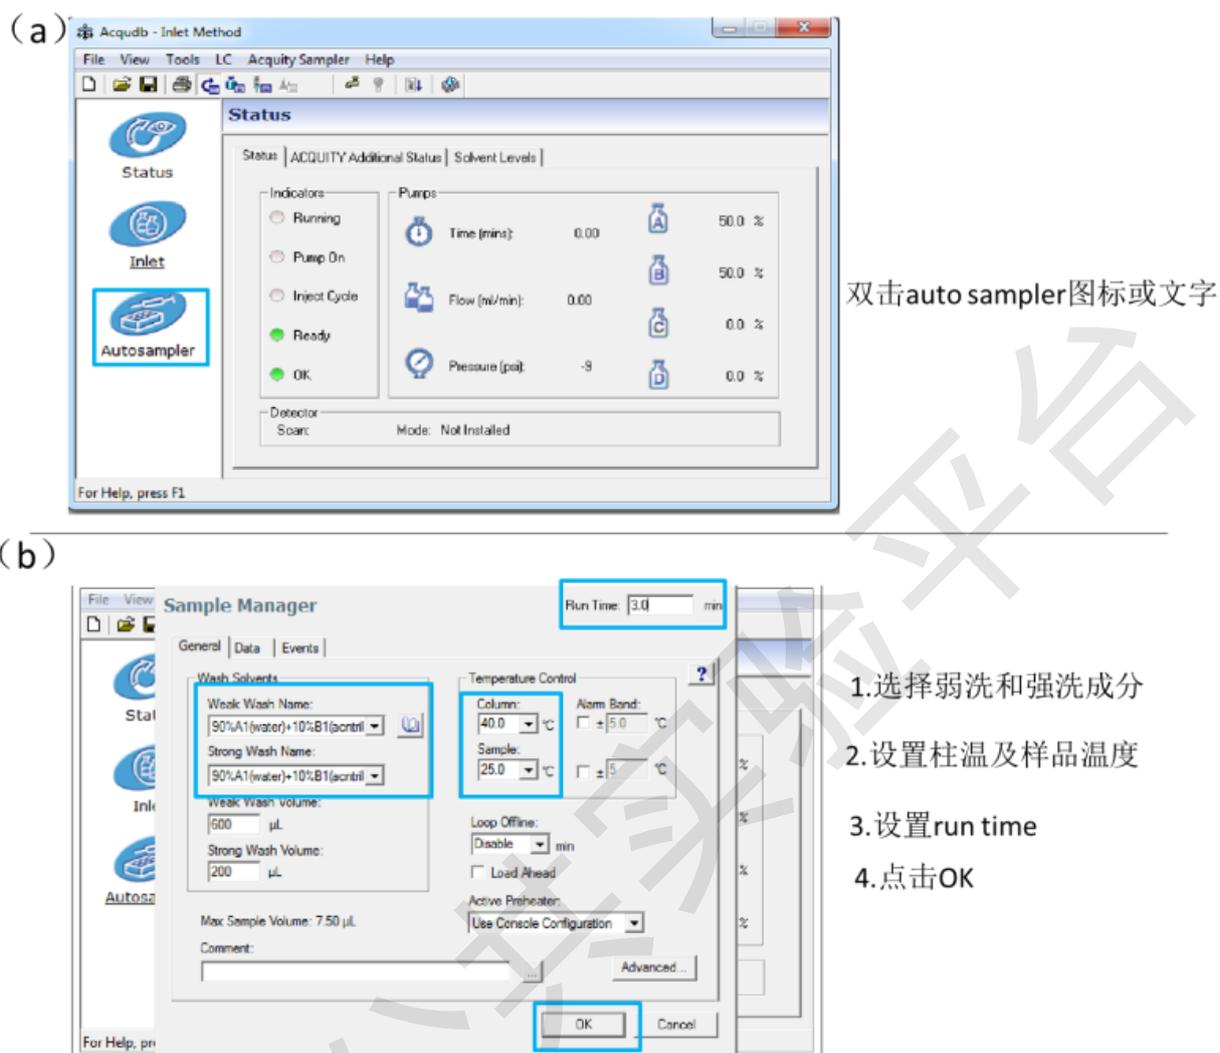
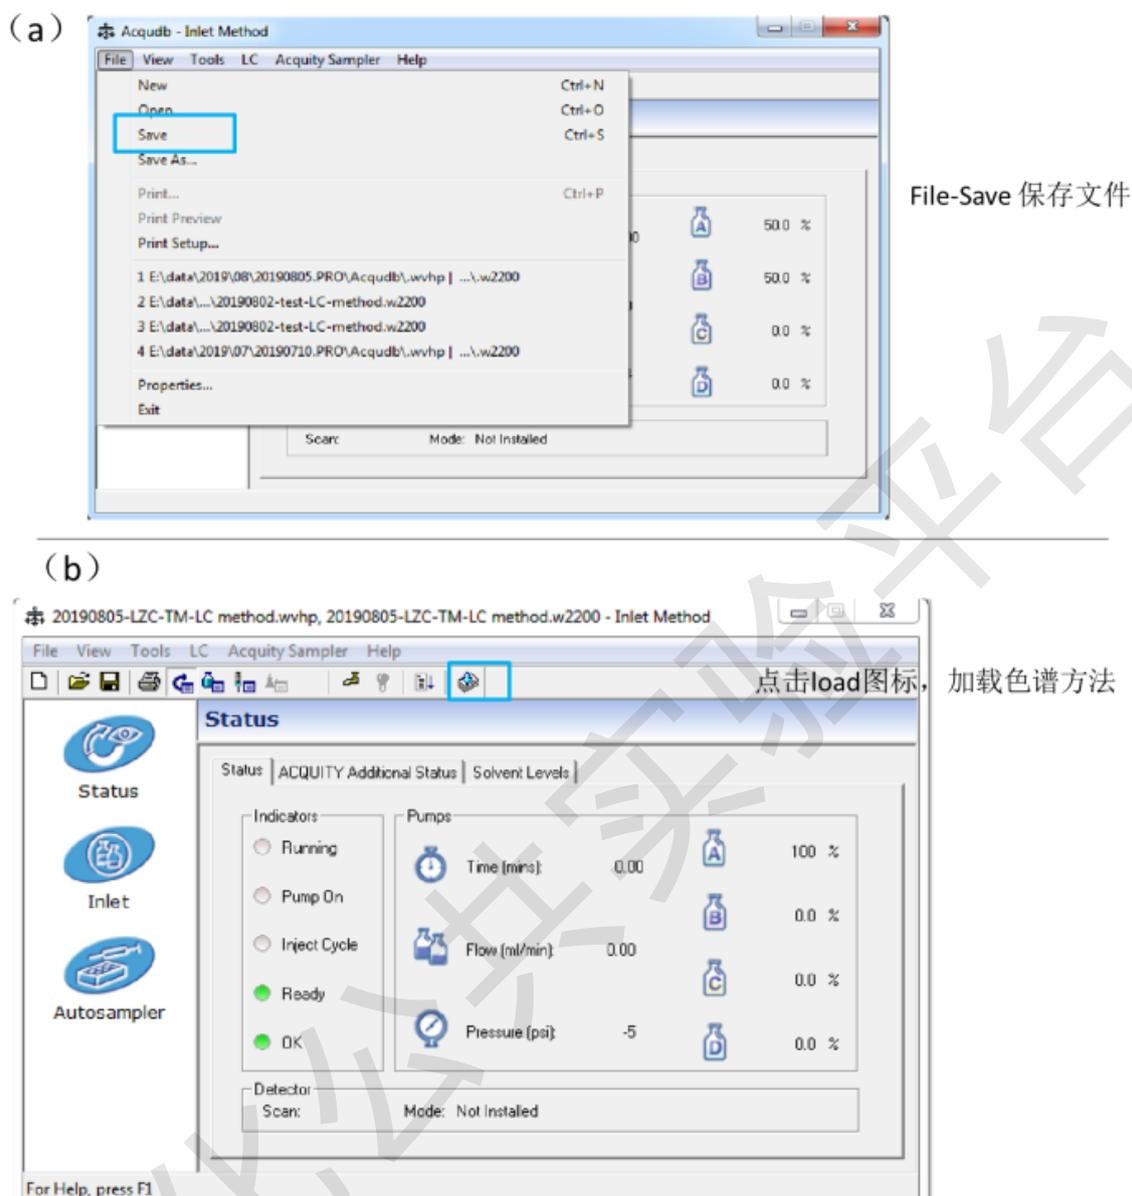

图 4.3 色谱方法建立界面
图 4.4 色谱方法建立界面
✧ 不接色谱柱，直接进样的用户，请右键-browse，选择默认的液相方法文件（*default_课题组负责人姓名全拼_LC*），调用该默认文件后，右键 edit,弹出液相方法对话框，如图 4.4，直接 load 方法。
Step3: 完成图 4.3 操作，点击 OK，显示图 4.4，点击 File - Save，保存液相方法到新建的项目的 ACQUDB 文件夹下；保存完毕，点击 Load 图标，加载液相方法。